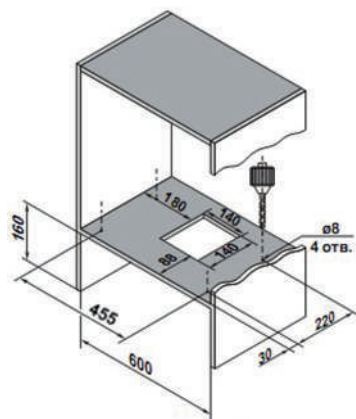

Рис. 2
2. Сделайте отверстия в шкафу согласно эскиза. (Рис. 2)